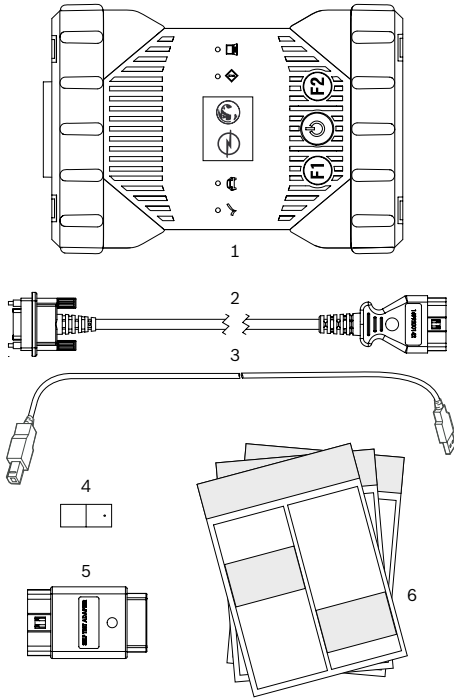

図 1: 同梱品(1aまたは1b)
1. Collegare Opel-Vauxhall-VCI (Fig. 1, pos. 1) con il cavo di collegamento OBD all'attacco OBD del veicolo (Fig. 1, pos. 2).
1. Opel-Vauxhall-VCI(図 1、位置1)を付属のUSBケーブル (図1、位置3) でコンピュータに接続します。